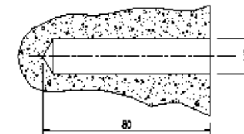

Abbildung 2
6. Stellen Sie Bohrungen - 80 mm tief (Abbildung 2) her: Benutzen Sie einen 13 mm Steinbohrer.